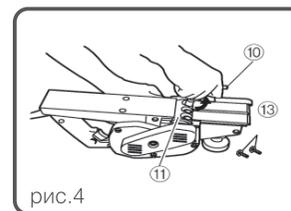

рис.4
- a. Ослабьте три болта, удерживающих держатель режущего лезвия с помощью торцового ключа из стандартных принадлежностей, как показано на рис.4.